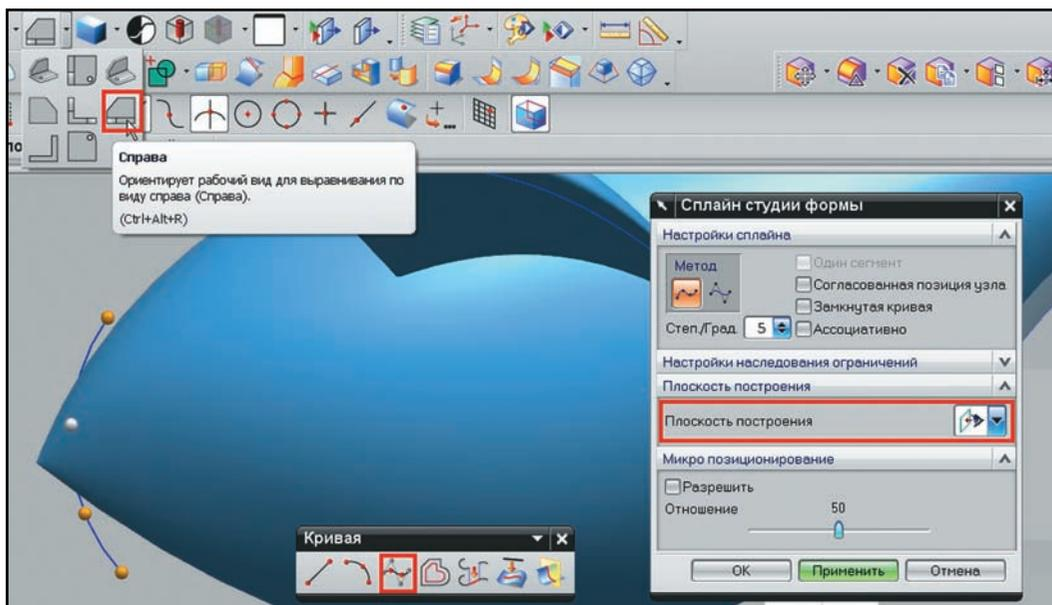

Рисунок 3.40 Построение линии обрезки
- Сделаем скругление носовой части полученного корпуса. Для этого сначала обрежем острую часть и на её месте построим более гладкую поверхность. Вызовем команду построения сплайна и нарисуем линию обрезки, примерно как показано на рис. 3.40. Для этого активируйте вид справа на модель и в опции команды построения сплайна **Плоскость построения (Drawing Plane)** выберите значение **Вид (View)**.